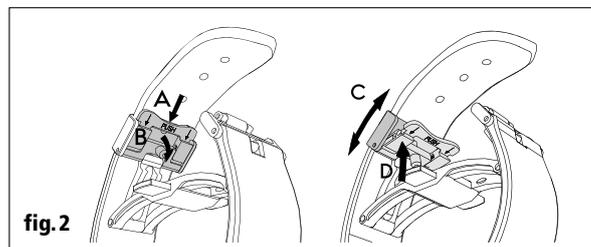

fig. 2
**Ajuste do comprimento (fig. 2):** premir o boto "PUSH" no sentido (A) empurrando-o para liberar a juno (B). Deslizar a juno at ao interior da tampa para coloc-la na posio de ajuste desejado (C).